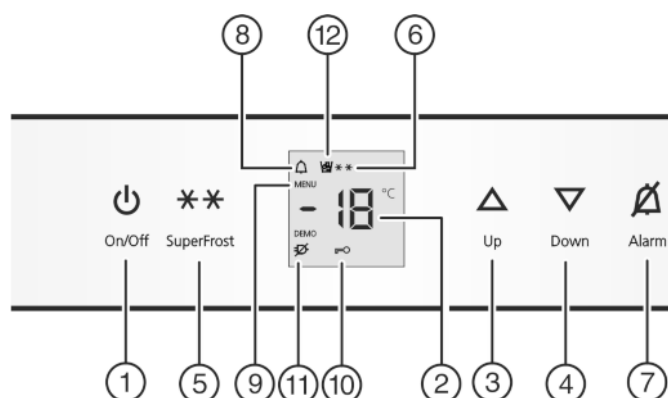

Fig. 2
- Stiskněte tlačítko On/Off *Fig. 2 (1)*.
- Aktivace režimu nastavování: Stiskněte tlačítko SuperFrost *Fig. 2 (5)* asi na 5 sekund.
- ▷ Symbol Menu *Fig. 2 (9)* svítí.
- Pro potvrzení krátce stiskněte tlačítko SuperFrost *Fig. 2 (5)*. Když se na ukazateli zobrazí **c!**:
- Pro zapnutí dětské pojistky krátce stiskněte tlačítko SuperFrost *Fig. 2 (5)*.
- ▷ Symbol dětské pojistky *Fig. 2 (10)* svítí. Na displeji bliká **c**. Když se na displeji zobrazí **c0**:
- Pro vypnutí dětské pojistky krátce stiskněte tlačítko SuperFrost *Fig. 2 (5)*.
- ▷ Symbol dětské pojistky *Fig. 2 (10)* zhasne. Na displeji bliká **c**.
- Ukončení režimu nastavení: Stiskněte tlačítko On/Off *Fig. 2 (1)*.
- Stiskněte tlačítko Alarm *Fig. 2 (7)*.
Současně bliká ukazatel teploty a symbol Alarm *Fig. 2 (8)*.
Výstražný bzučák se vypne automaticky, symbol Alarm *Fig. 2 (8)* se vypne a ukazatel teploty přestane blikat, když je teplota zase dostatečně nízká.
- Nastavení vyšší teploty: Stiskněte seřizovací tlačítko Up *Fig. 2 (3)*.
- Nastavení nižší teploty: Stiskněte seřizovací tlačítko Down *Fig. 2 (4)*.